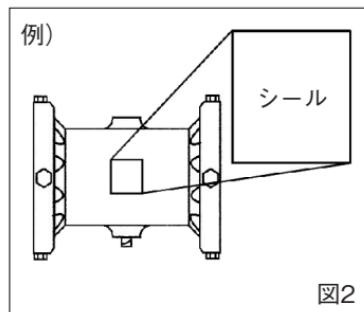

図2
- C. 配管に際しては、バルブの型式、ゴムスリーブの材質等を、シールで必ず確認してください。(図2)